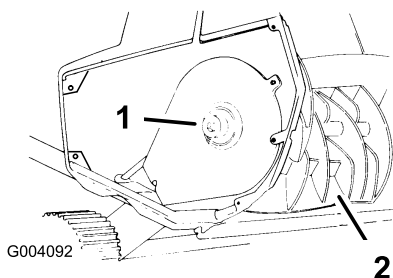

Figure 14
2. À l'aide d'une clé Allen de 5/16 pouce, tournez l'arbre de rotor dans le sens horaire (filetage à gauche) tout en tenant le rotor (Figure 14).